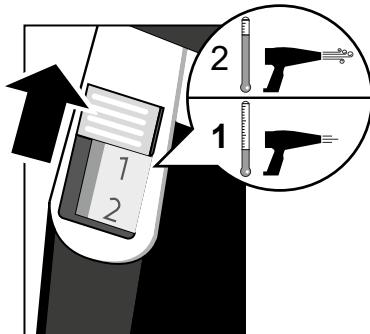

Рисунок 3 - Включение строительного фена серии АНГ.
7.1.2 Переведите выключатель (3) в положение «1» для включения первого режима работы (см. Рисунок 3)